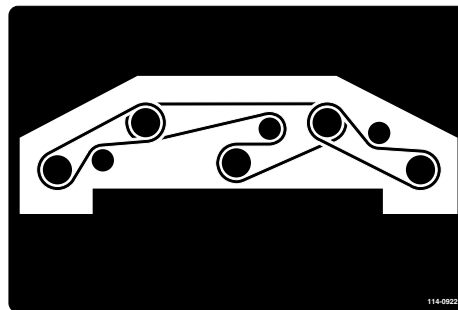

Figure 129
8. Installez la courroie neuve autour des poulies d'axe et de la poulie de tension (Figure 129).